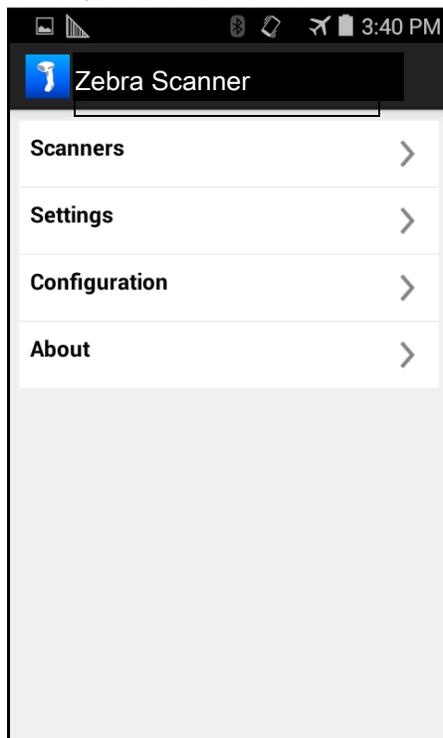

図 6-1 [Home] 画面
[Scanners] 画面を表示するには、[Home] 画面から [Scanners] をタッチします (図 6-1)。[Scanners] 画面には、モバイル デバイスとペアリングされ接続済みであるすべてのスキャナが表示されます。一覧にあるデバイスを選択し、[Active Scanner] 画面を表示します (6-6 ページの「[Active Scanner] 画面」を参照)。以前にモバイル デバイスとペアリング / 接続されているデバイスが存在しない場合は、接続が必要です (モバイル デバイスとスキャナの接続を参照)。
2. **[Home]** 画面から **[Scanners]** をタッチします (図 6-1)。次の画面が表示されます。
[Settings] 画面を表示するには、[Home] 画面から [Settings] をタッチします (図 6-1)。
[Scanner Configurations] 画面を表示するには、[Home] 画面から [Configuration] をタッチします (図 6-1)。
[About] 画面を表示するには、[Home] 画面から [About] をタッチします (図 6-1)。